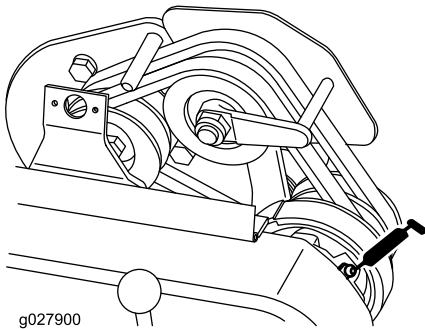

Figura 21
- 1 en el cojinete del eje de potencia (Figura 21)